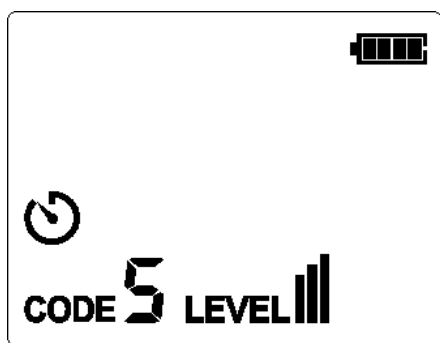

Figura 6.1.2a
2. Per impostazione predefinita, il trasmettitore è in stato di accensione (la trasmissione non viene avviata dal trasmettitore); premere brevemente il pulsante AVVIO/STOP per interrompere la trasmissione quando questa viene avviata dal trasmettitore. Quando si preme brevemente il pulsante LIVELLO, il simbolo LIVELLO lampeggia per 0,5 secondi, come mostrato nella Figura 6.1.2a.